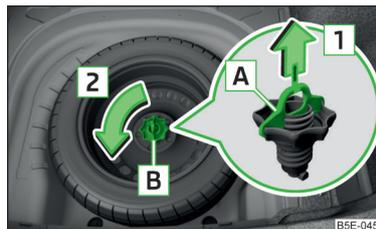

Abb. 320
Das Rad befindet sich in einer Mulde unter dem Bodenbelag im Gepäckraum und ist mit einer Sicherungsschraube **B** befestigt » Abb. 320.
- › Die Sicherung **A** in Pfeilrichtung **1** herausziehen » Abb. 320.
» Abb. 320.